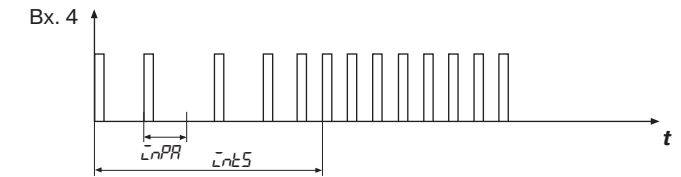

Рис. 5
3.2.5.2. Таймер 2 предназначен для блокировки сигнала защитного выключения на время действия пускового момента, так как период следования импульсов в течение этого времени может превышать максимально допустимый период следования импульсов, заданный в параметре $\bar{L}nPР$ (рис.5). Длительность пускового момента задается в программируемом параметре $\bar{L}nL5$ (см. прил. В, табл. В3).